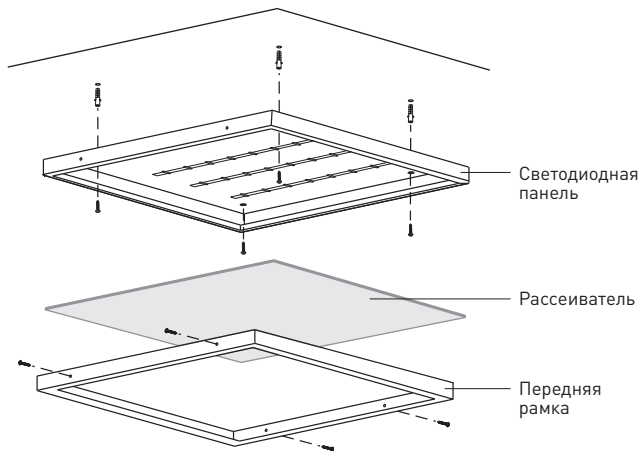

Рис. 1
- Снять с панели переднюю рамку и рассеиватель (рисунок 1);
5.4.2 Накладной монтаж производить непосредственно на поверхность потолка с креплением светодиодной панели через отверстия в корпусе (рисунок 1). Креплёж для накладного способа монтажа в комплекте не поставляется.